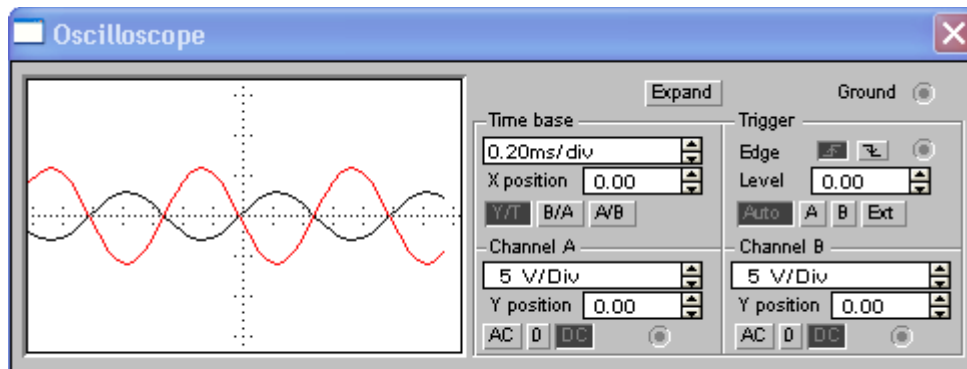

Рис.8
– збільшіть зображення клавішею *Expand* на осцилографі (рис. 8);